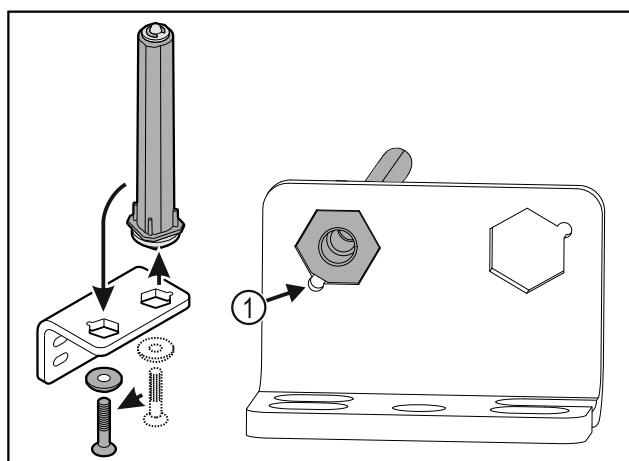

Fig. 39
- ▶ Atkreipkite dėmesį į tai, kad įstatant nuožulni kaiščio pusę Fig. 39 (1) nukreipta į apvalią skylę.